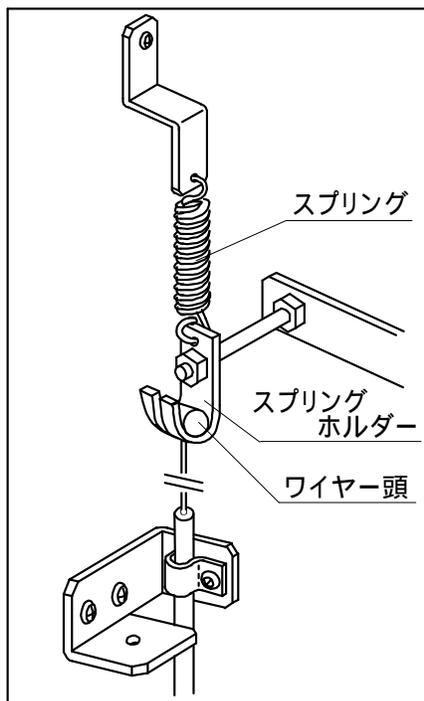

図 2.3 - 4 スプリングホルダー取り付け
(9) 図 2.3 - 5 のようにストップレバーの動作確認を行う。